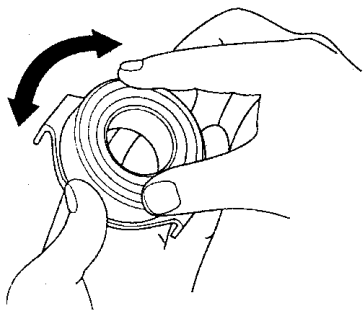

图 4-24 检查分离轴承间隙
- 2) 如图 4-24 所示，用手旋转分离轴承，以检查轴承间隙，如果间隙过大，则更换一个新的分离轴承。分离轴承内填有润滑脂，不要用溶剂来清洗。